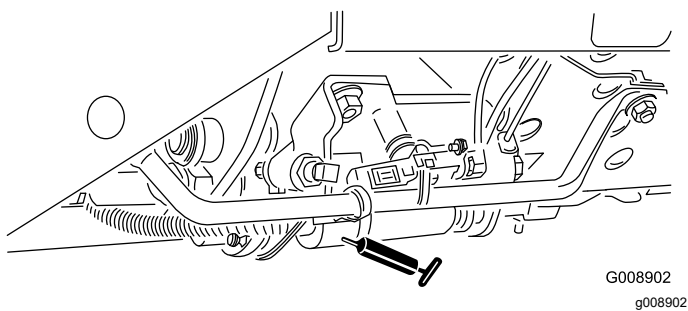

Figura 67
- Slitta di tosatura/trasporto (Figura 67)